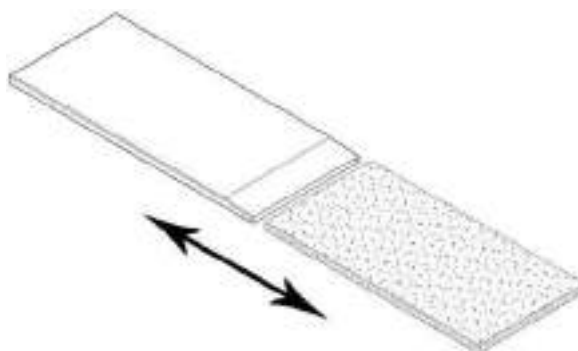

Figura 228 – Capa do colchão
3. Retire a espuma do colchão de sua capa plástica, conforme figura 228.